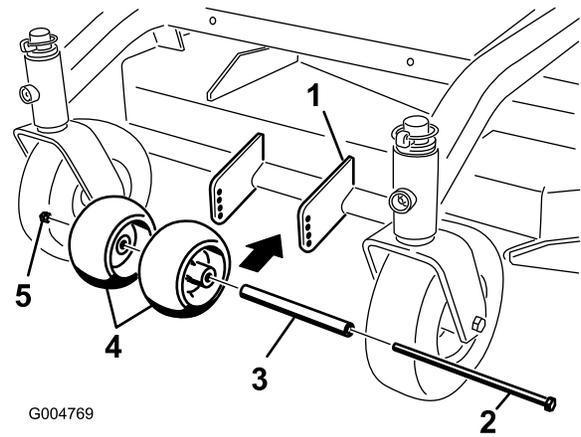

Figura 13
- Después de ajustar la altura de corte, revise los rodillos para asegurarse de que hay una separación mínima del suelo de 10 mm (Figura 13).
- Si es necesario realizar ajustes, retire el perno, las arandelas y la tuerca (Figura 13).
- Seleccione un taladro para que los rodillos tengan una separación mínima del suelo de 10 mm (Figura 13).
- Instale el perno y la tuerca (Figura 13).